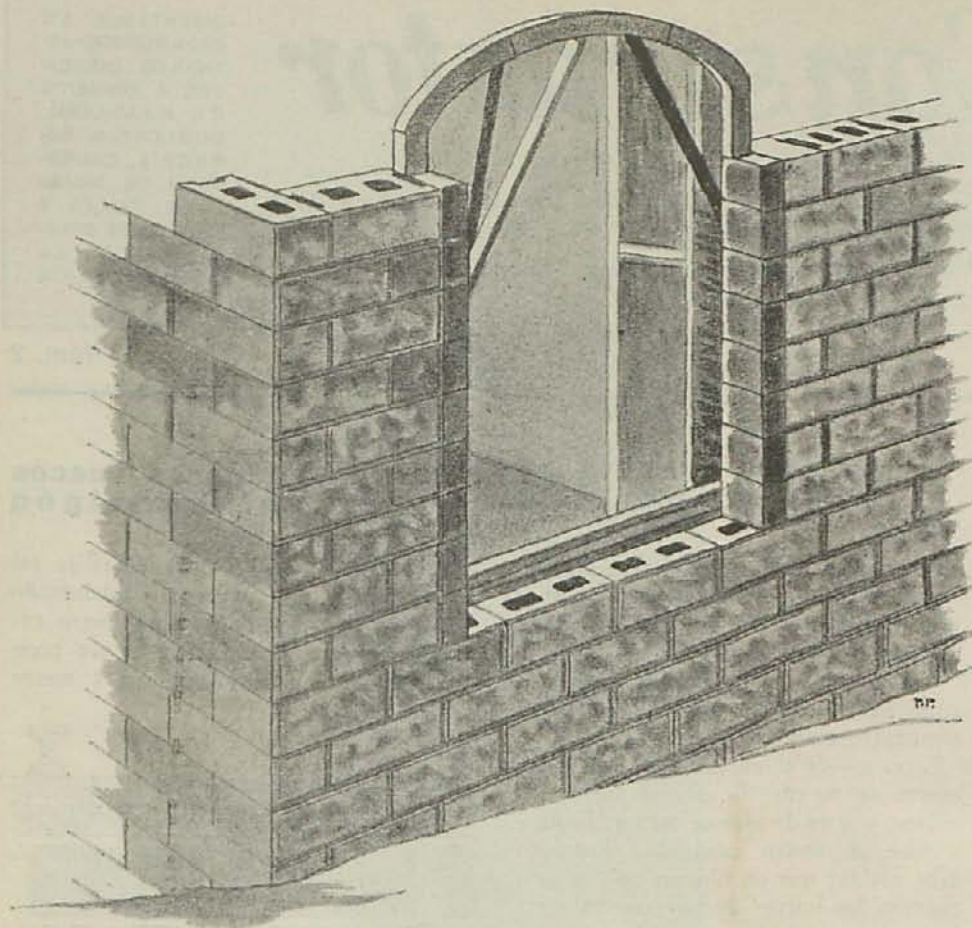
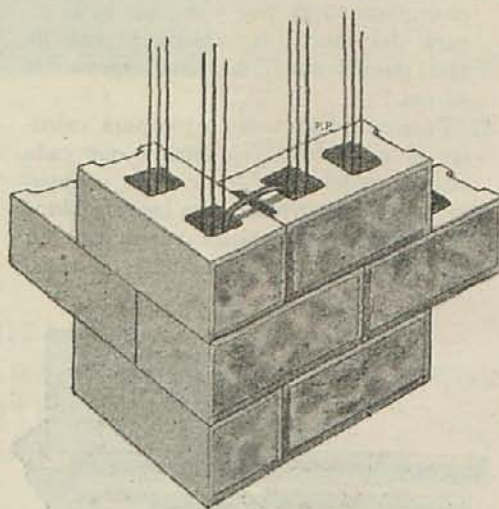

Fig. 4
Fig. 5
**El Técnico.**—También puede darse satisfacción a sus deseos. Aquí diseño (fig. 4) a usted la organización del muro. Los bloques salen ahora de la máquina con dos caras labradas y se colocan como marca el dibujo; y si llega el caso de que necesita reforzar este ángulo, con disponer de unas cuantas varillas de hierro o de unos flejes de palastro de esos que empacan el algodón o que atan los barriles (fig. 5), puede usted armar la esquina y luego rellenar los huecos con hormigón claro.